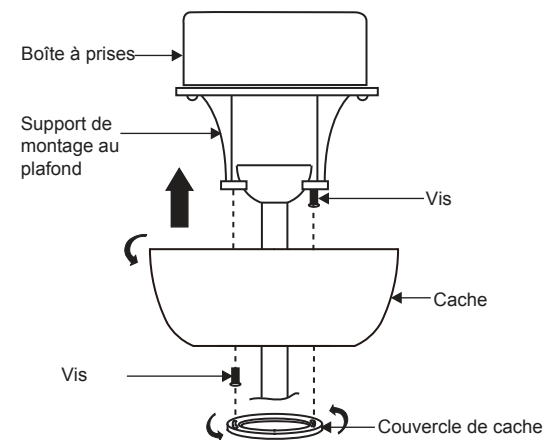

Fig. 14
Étape 2. Faites glisser le cache jusqu'au support de montage et placez l'une des fentes en forme de trou de serrure au-dessus de la vis de montage sur le support de montage. Tournez le cache jusqu'à ce que la tête de la vis soit verrouillée en place à la section étroite du trou de serrure. Voir la figure 14.
REMARQUE : Régler les vis du cache jusqu'à ce que le cache et le couvercle du cache soient ajustés correctement.(Fig. 14)